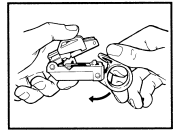

Figure 3
B. Öffnen Sie das Werkzeug durch Drücken des Verschlußringes nach unten (Abb. 3).